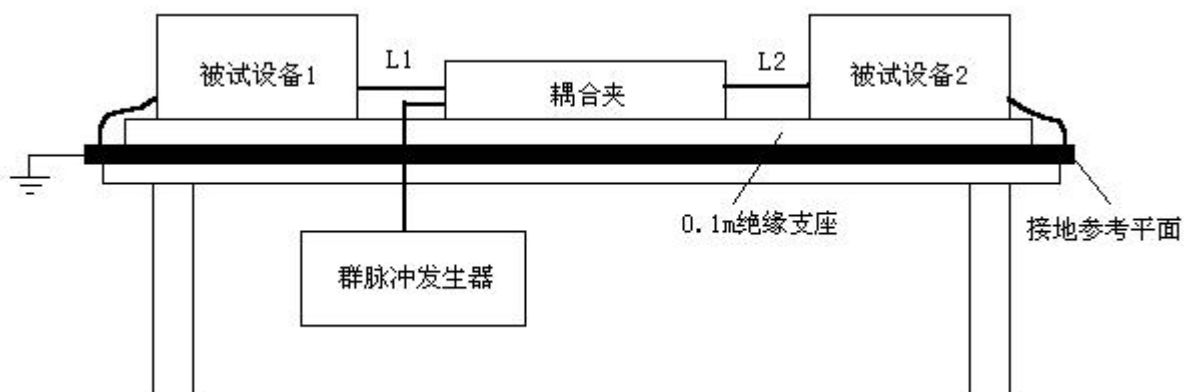

图 6 台式设备的信号线抗干扰性试验
7.2.1.2.2 台式设备信号线抗干扰性型式试验的配置如图6所示。